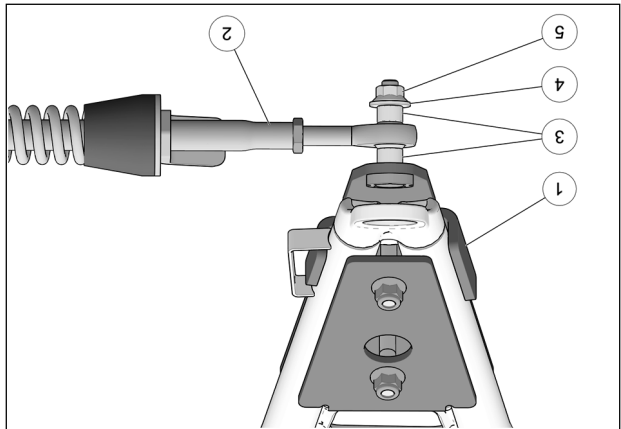

Fig. 15
7. Fixer le bras stabilisateur (2) au boulon déjà installé sur l'ancrage de suspension (1) à l'aide des deux espaces (3), de la rondelle (4) et de l'écrou autobloquant (5). Serrer à un couple de 70 N•m [52 lb•pi]. Voir la Fig. 15